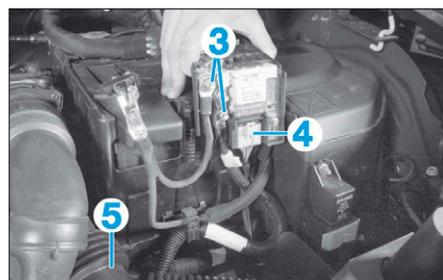

FIG. 97
- les écrous (3) (Fig.97).
- Débrancher le connecteur (4).
- le conduit d'air (5),